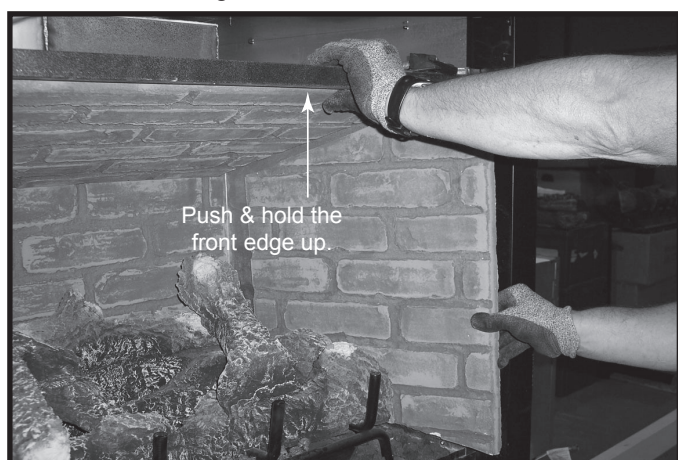

Figure 4.14 Retrait d'un côté du réfractaire
3. Retirez le réfractaire droit ou gauche (un seul côté doit être retiré) en soulevant doucement d'abord l'avant du réfractaire supérieur puis le côté légèrement, et en le tirant. Voir la figure 4.14.